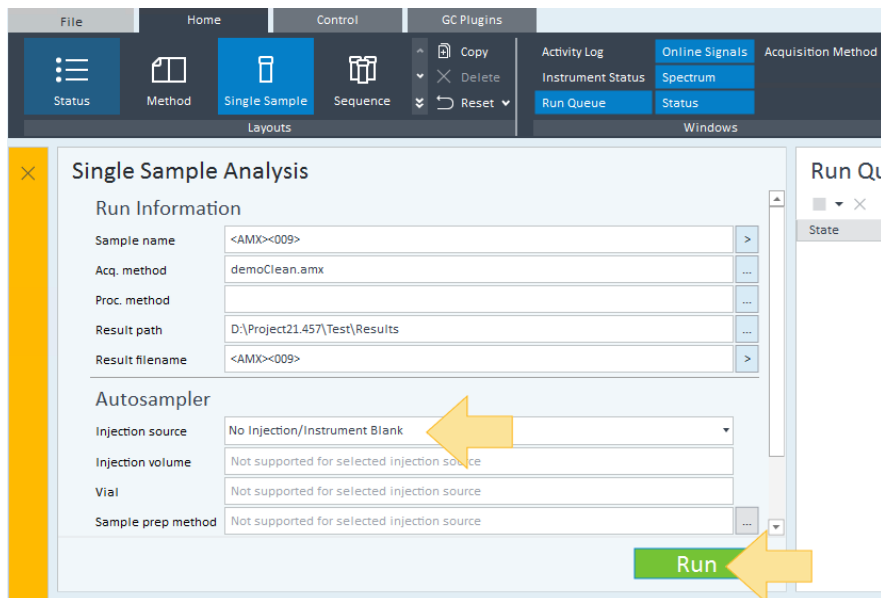

Figura 30. Janela Amostra Única
- 8 Para a **Fonte de Injeção**, selecione **Nenhuma Injeção/Branco do Instrumento**. Esse modo indica ao GC e MS para executar o método especificado, apesar de nenhuma amostra ter sido incluída. (Consulte **Figura 30** na página 114.)